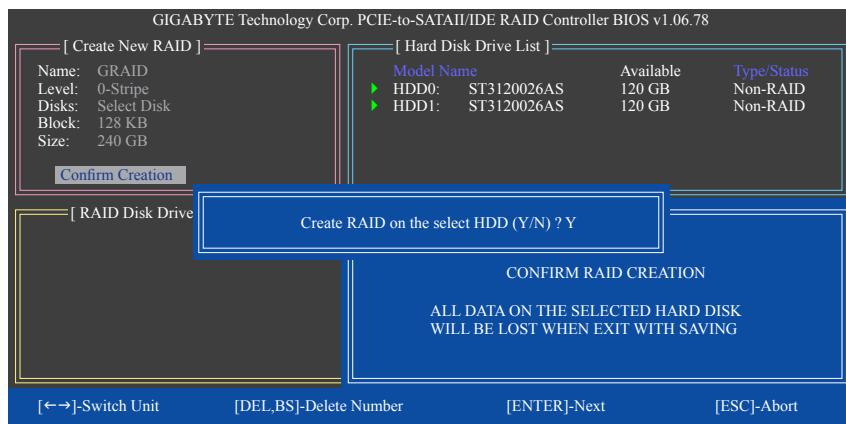

图7
- 确认建立磁盘阵列(Confirm Creation)：完成以上设定后光标将自动跳至“Confirm Creation”项目，请按 $<\text{Enter}>$ 键。当确认消息出现时，确定制作磁盘阵列请按 $<\text{Y}>$ ，取消请按 $<\text{N}>$ (图7)。